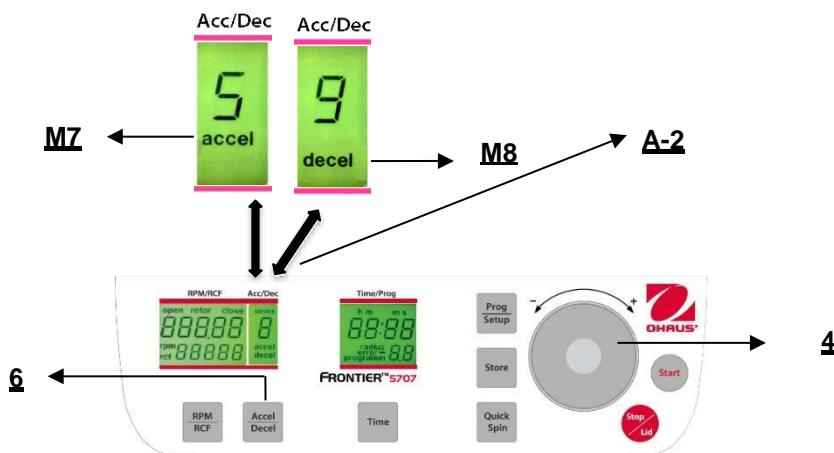

Figura. 18
Questa funzione è attivata mediante il tasto "Accel/Decel" (6) (fare riferimento alla figura 18).